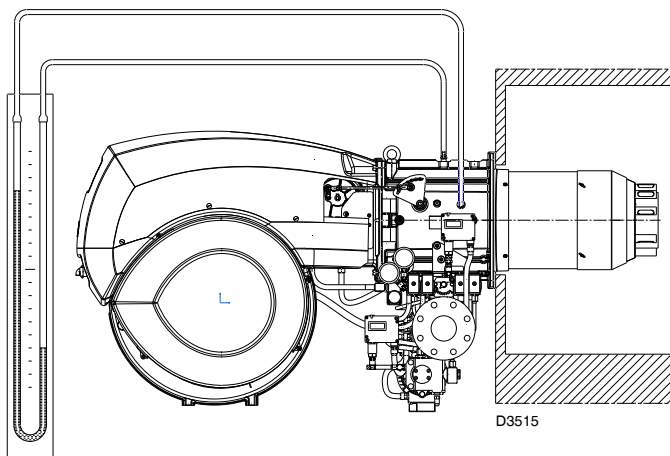

Fig. 31
- Monter un manomètre en U ou un manomètre de type différentiel, voir (Fig. 31) avec prise (+) sur la pression du gaz du manchon et (-) dans la chambre de combustion.
L'arrivée du gaz au manchon est mise en évidence par le manomètre en U (Fig. 31).